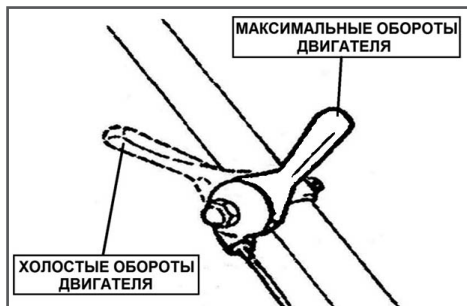

Рис. 12 Рычаг газа
3. Переведите рычаг газа на 1/3 хода в сторону положения максимальных оборотов двигателя (Рис. 12).
1. Переведите двигатель в режим холостого хода, для этого переведите рычаг газа в положение холостых оборотов двигателя (Рис. 12).